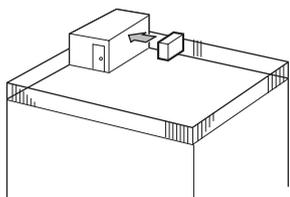

Fig. 2-3
- ① Поставете изхода за въздух с лице към най-близката стена на разстояние 35 см от стената. (Fig. 2-3)